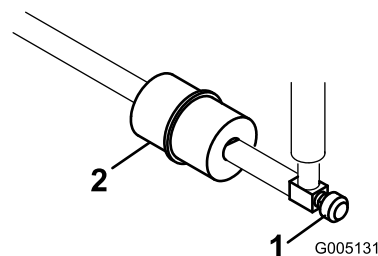

Figura 30
Nei tubi di alimentazione, tra il serbatoio del carburante ed il carburatore, è incorporato un filtro in linea (Figura 30).
1. Chiudete la valvola di intercettazione del carburante, allentate la fascetta stringitubo dal lato carburatore e togliete il tubo di alimentazione dal filtro (Figura 30).
2. Collocate una bacinella di spurgo sotto il filtro, allentate la restate fascetta stringitubo e rimuovete il filtro (Figura 30).